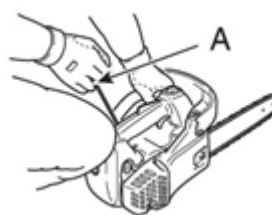

Fig. 6
5. Posizionare la motosega su un terreno piano. Tenere l'impugnatura anteriore con la mano sinistra e tenere saldamente la parte posteriore dell'impugnatura posteriore con il ginocchio destro, quindi tirare la fune di avviamento (A) con la mano destra (Fig. 6).